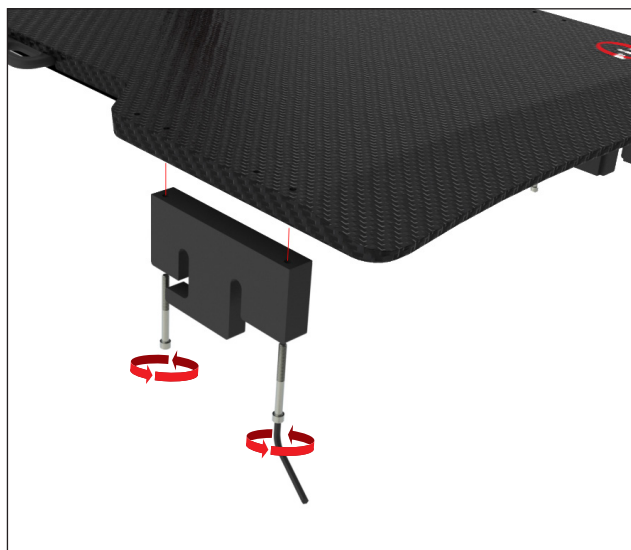

Fig. 15
2. Repita a instalação para o adaptador oposto, mantendo o lado liso do adaptador virado para fora (Fig. 15).